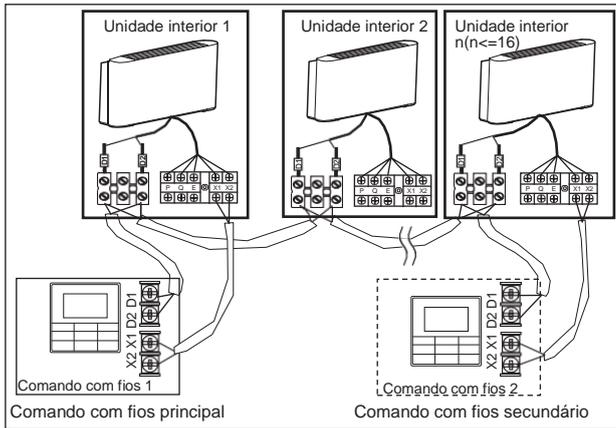

Figura 6.8
- Use 1 comando com fios para controlar múltiplas unidades interiores ou 2 comandos com fios (um primário e um secundário) para controlar múltiplas unidades interiores (ver Figura 6.8);